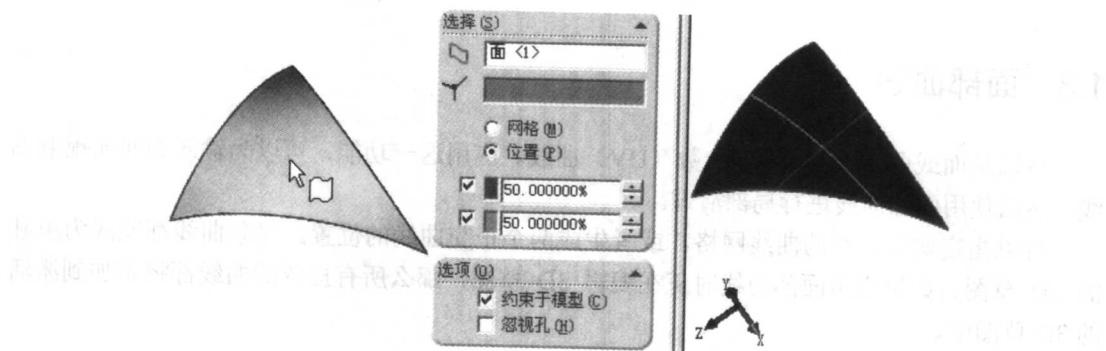

图 1-8 使用【位置】选项的面部曲线
(1) 打开光盘上的“【例 1-3】面部曲线.sldprt”零件文件。
(2) 单击草图绘制工具工具栏上的【面部曲线】图标按钮 ，在图形区域中选择一个曲面，如图 1-8 所示。
(3) 在【面部曲线】属性管理器和绘图区域中进行设置和选择，单击【确定】图标按钮 。
(4) 单击【撤消】图标按钮  或单击菜单【编辑】→【撤消】或按<Ctrl+Z>键。